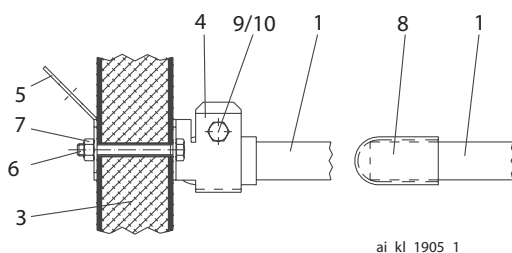
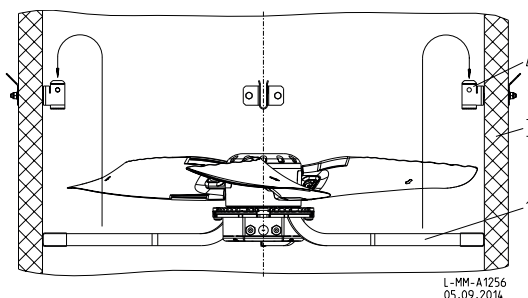

Figure 2
Figure 3
Serrez les cornières de fixation (4) et l'étrier (5) **figure 2** avec les boulons (6) de sorte que les cornières et l'étrier ne s'enfoncent pas dans la paroi de la cheminée (3).
Des écrous autobloquants (7) sont utilisés pour bloquer les boulons. Les capuchons de protection (8) joints doivent être glissés sur les extrémités des bras support (1) du ventilateur, **Fig. 2**.
Introduisez le ventilateur (1) selon la **Fig. 3** dans la cheminée et centrez-le dans les cornières de fixation (4). Sécurisez également le support selon la **Fig. 2** en vissant (9/10). Les quatre arceaux de maintien (5) se présentent comme un oeillet support et peuvent, si nécessaire, servir de fixation supplémentaire (par ex. avec des filins) pour soulager la cheminée du poids de gros ventilateurs.